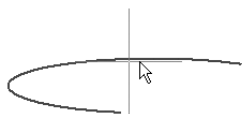
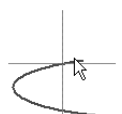

图 3-26 确定椭圆弧高度
图 3-27 确定椭圆弧的起始点
- 4) 沿垂直方向移动鼠标，可以改变椭圆弧的高度，当高度合适后单击鼠标左键确定椭圆弧的高度，如图 3-26 所示。光标会自动移到椭圆弧的起始角处，移动光标可以改变椭圆弧的起始角。单击鼠标左键确定椭圆弧的起始点，如图 3-27 所示。